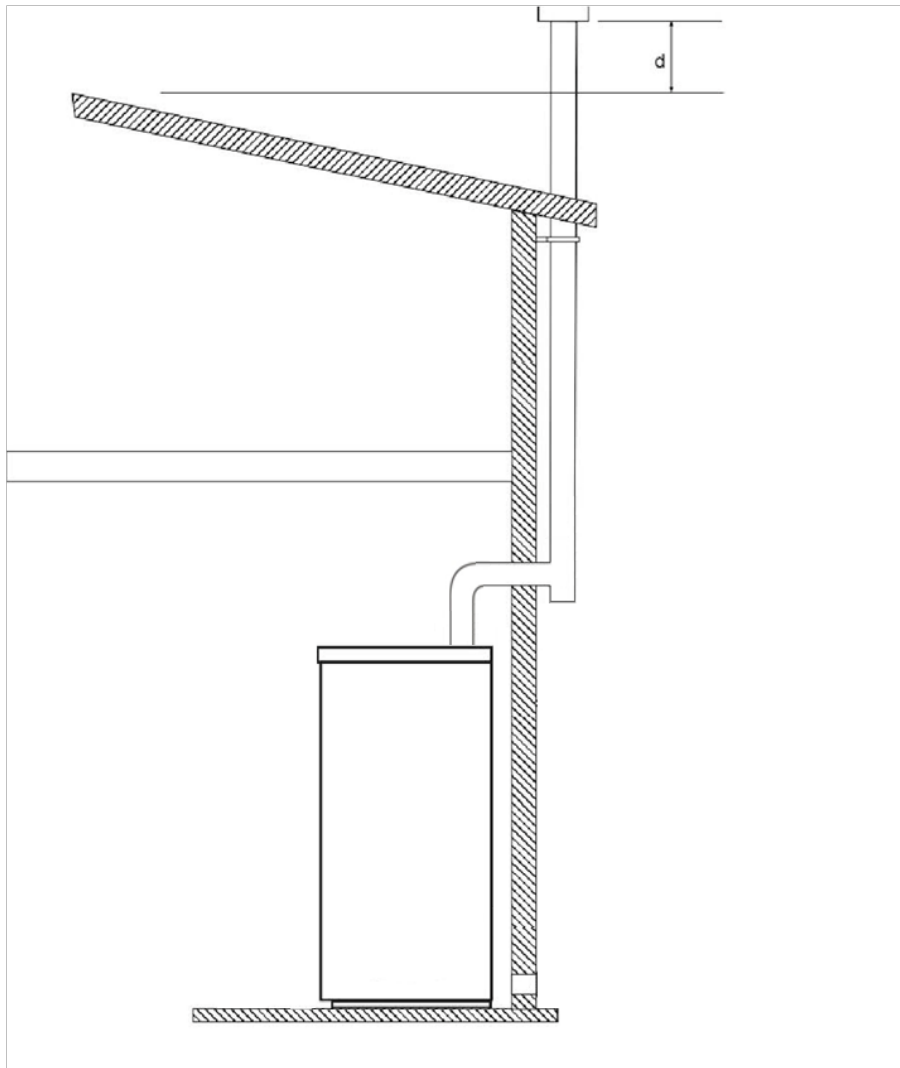

Fig. 13
- Se deben utilizar solo conductos aislados (doble pared) de acero inoxidable fijados al edificio (fig. 13).
- En la fig. 13 se representa la solución a adoptar en el caso de que se quiera utilizar un conducto de humos externo.